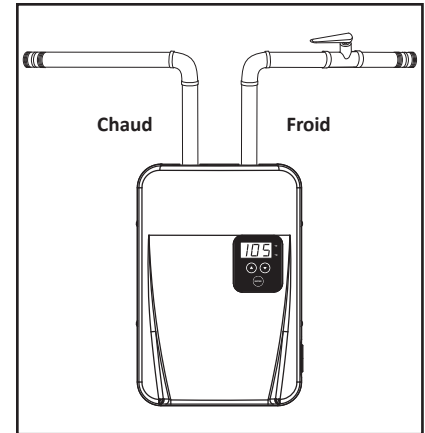

Figure 4 - Raccordement des conduites d'eau chaude et d'eau froide.
2. Raccorder la conduite d'eau chaude à la sortie d'eau chaude du chauffe-eau (Figure 4).
3. Raccorder la conduite d'eau froide à l'entrée d'eau froide du chauffe-eau (Figure 4).